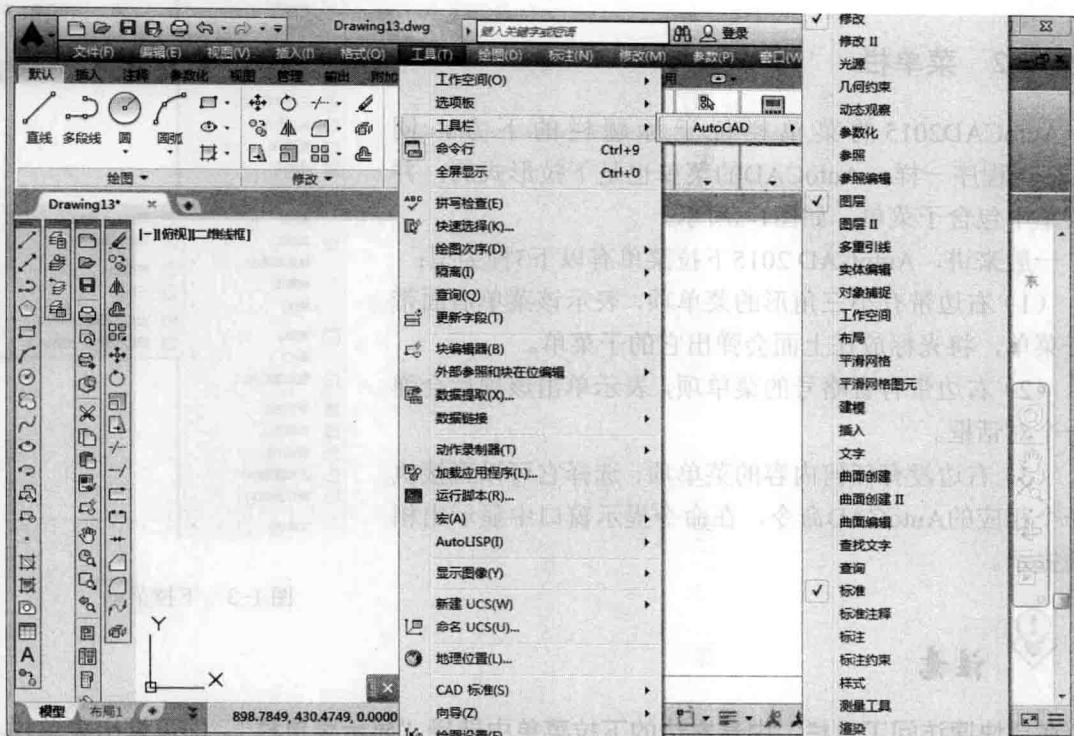

图 1-4 打开工具栏
(1) 打开工具栏：单击菜单栏中的“工具”→“工具栏”→“AutoCAD”按钮，例如将“绘图”“图层”“标准”“修改”等常用的工具栏打开，如图1-4所示。单击某一个未在界面中显示的工具栏名，系统将自动在界面中打开该工具栏。
(2) 固定工具栏：绘图窗口的四周边界为工具栏固定位置，在此位置上的工具栏不显示名称，在工具栏的最左端显示出一个句柄。
(3) 浮动工具栏：拖动固定工具栏的句柄到绘图窗口内，工具栏转变为浮动状态，此时显示出该工具栏的名称，拖动工具栏的左、右、下边框可以改变工具栏的形状。